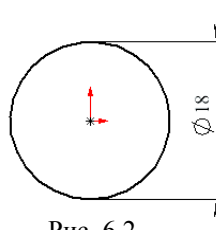

Рис. 6.2
3. Открыть эскиз (кнопка ) и нарисовать окружность диаметром 18 мм (кнопки  ,  , рис. 6.2).